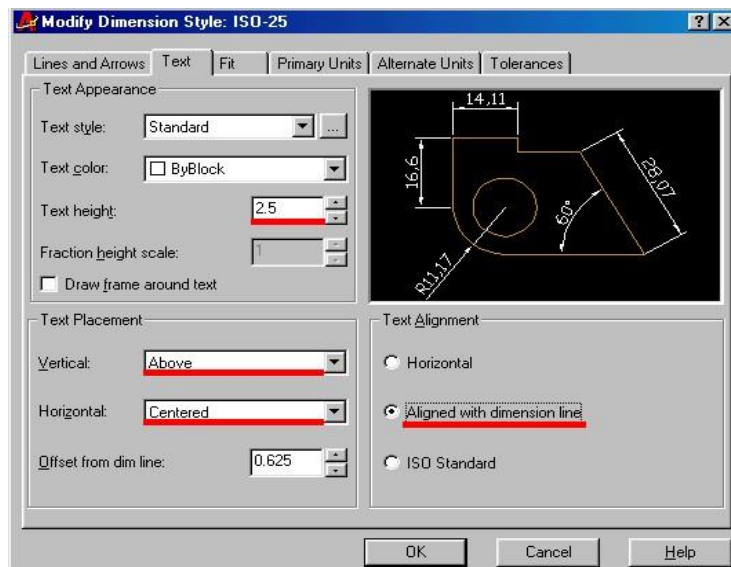

Рисунок 7 – Задання стилю тексту розмірів
- у пункті **Text (Текст)** - висоту та стиль тексту, а також його розміщення відносно розмірної лінії: **Horizontal - Centered (За центром)**, **Vertical - Above (Над)** (рис. 7).